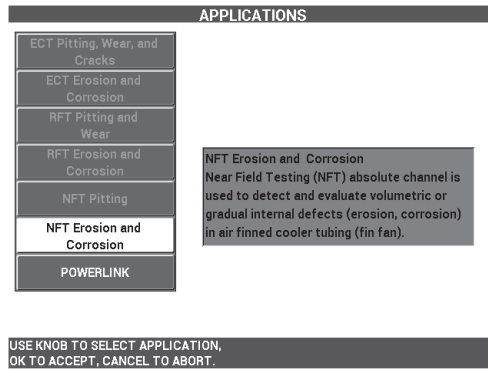

図 5-232 NFT 浸蝕および腐食アプリケーション
2. **続行** (A キー) を選択してアプリケーション選択メニューを開き、ノブを使用して EFT **浸蝕および腐食** を選択して、✓ を押して受け入れます (295 ページの図 5-232 参照)。